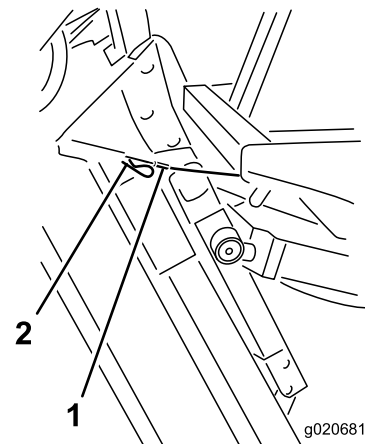

Figura 83
6. Mantenha a plataforma do cortador na vertical, coloque a extremidade do cabo sobre o pino no braço de elevação da plataforma do cortador e fixe com o pino de segurança (Figura 83).